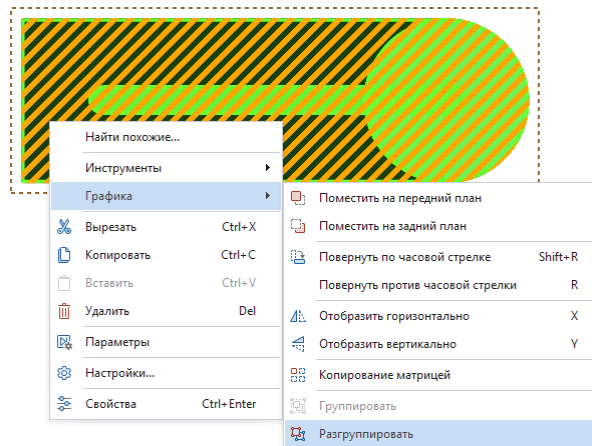

Рис. 373 Разгруппировка объектов
2. Вызовите контекстное меню и выберите пункт «Разгруппировать» в разделе «Графика» или нажмите  на панели инструментов «Графика», см. Рис. 373.